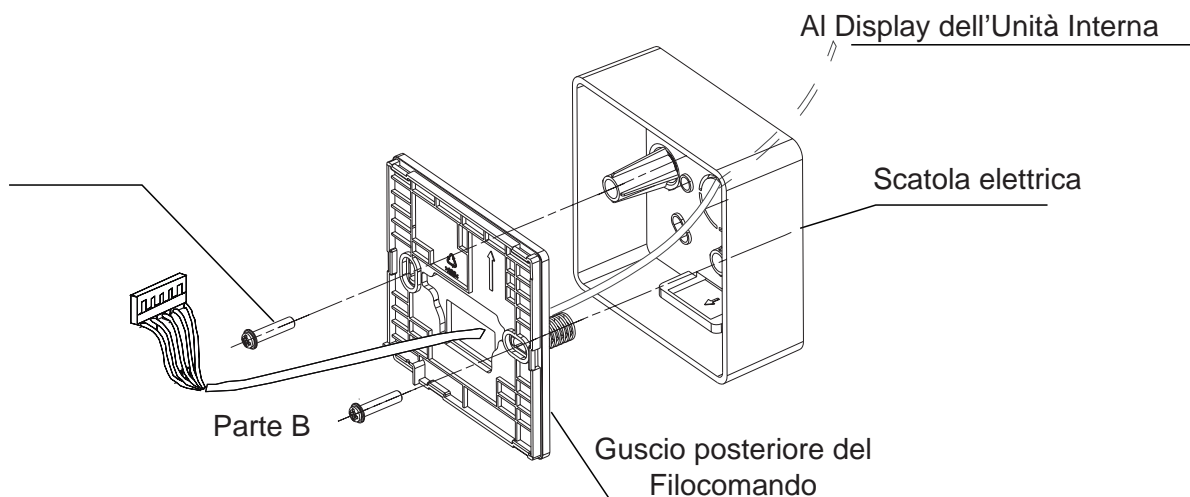

Figura 3.6
**3-3-4** Prendere il cavo schermato precedentemente inserito nel muro e farlo passare attraverso il foro del guscio posteriore del Filocomando. Utilizzare viti con testa a croce (accessorio 1) per fissare il guscio posteriore del Filocomando alla scatola elettrica per mezzo delle barre di supporto. Al termine dell'installazione, assicurarsi che il guscio posteriore non sia deformato (vedi Figura 3.6).